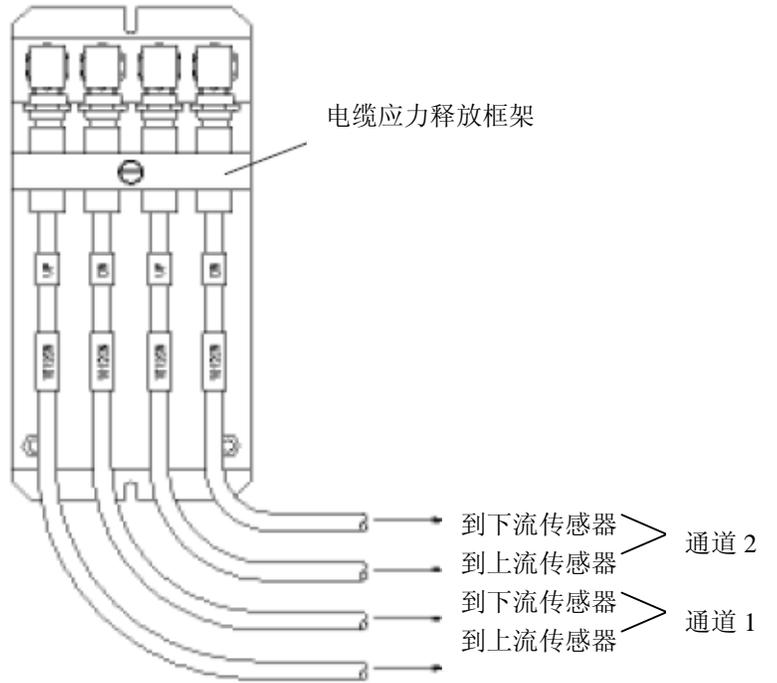

图 5 连接传感器
13. 打开流体显示计算机的顶部盖子。使用扁平口的螺丝起子，移开电缆应力释放框架（见下图 5）。
14. 从上游到下游的方向观察，把 UP 和 DN 电缆连接到传感器上并使其紧密牢固。把其另一端连接到流体显示计算机的 UP 和 DN 电缆端子上。（见下图 5）